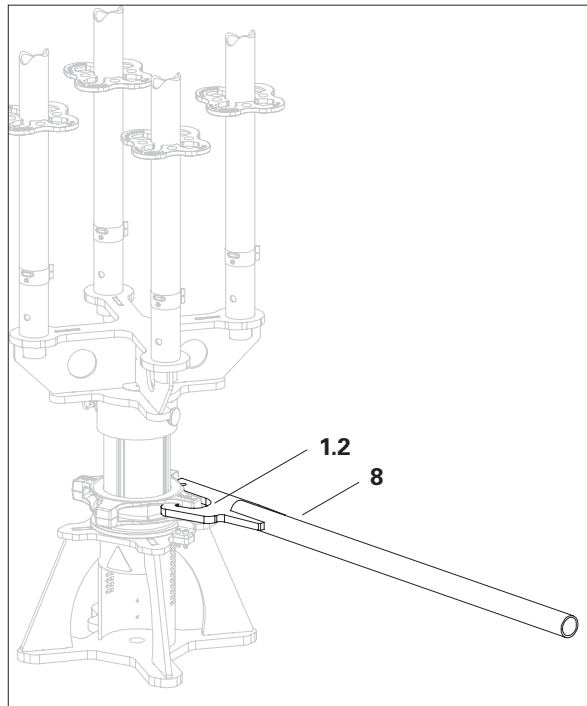

Fig. A5.10a
1. Girare il dado di regolazione (1.2) verso l'alto con la chiave per dadi ad alette HD (8). (Fig. A5.10a)